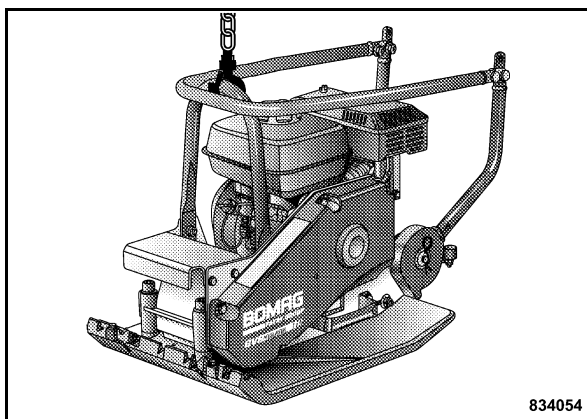

рис. 29
- Для осуществления погрузки виброплиты (рис. 29) подвешивать грузоподъемное устройство к бугелю защиты двигателя.